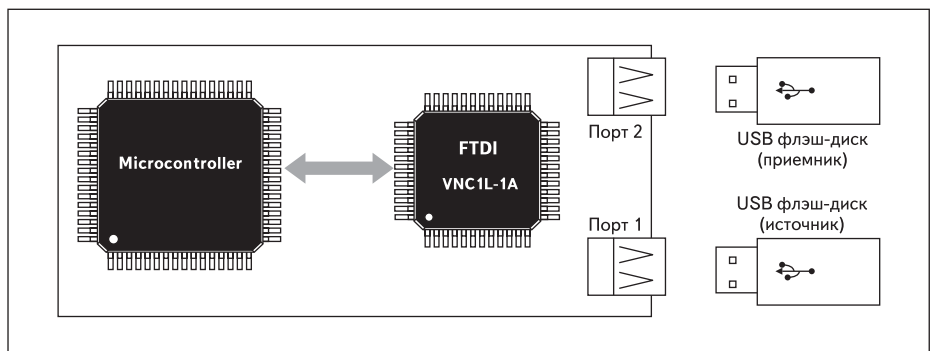

Рис. 4. Версия ПО — VDFC
- VDFC — на базе данной программы можно реализовать готовое функционально-законченное устройство, предназначенное для перезаписи информации с одного носителя информации на другой (рис. 4). Например, такое устройство может помочь переписать информацию с цифрового фотоаппарата на USB флэш-диск без помощи компьютера.